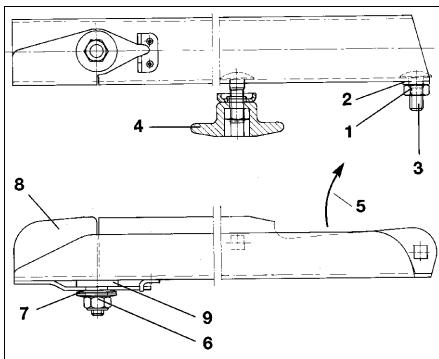

Рис. 63
- Отвинтите самостопорящуюся гайку (Рис. 63/1).
- Уберите подкладную шайбу (Рис. 63/2) и винт с полукруглой низкой головкой (Рис. 63/3).
- Отвинтите барабашковую гайку (Рис. 63/4) и замените распределяющую лопасть.
- Самотормозящуюся гайку (Рис. 63/1) затяните так, чтобы распределяющая лопасть могла перемещаться рукой.
Следите за правильным монтажом распределяющих лопастей! Открытая сторона U-образной распределяющей лопасти должна быть обращена в направлении вращения (Рис. 63/5).